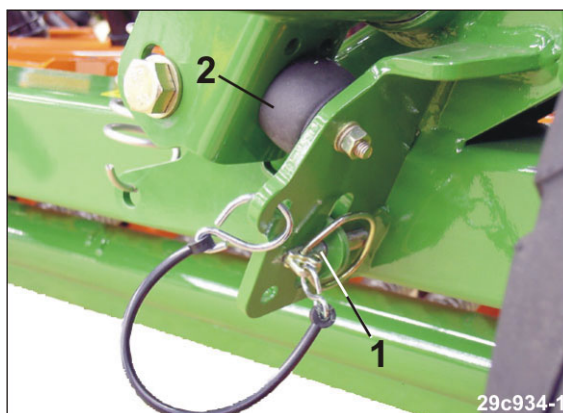

Fig. 173
- 4.1 Apăsați brațul în consolă al marcatorului de urmă contra tamponului de cauciuc (Fig. 173/2) și fixați-l cu un șplint (Fig. 173/1).